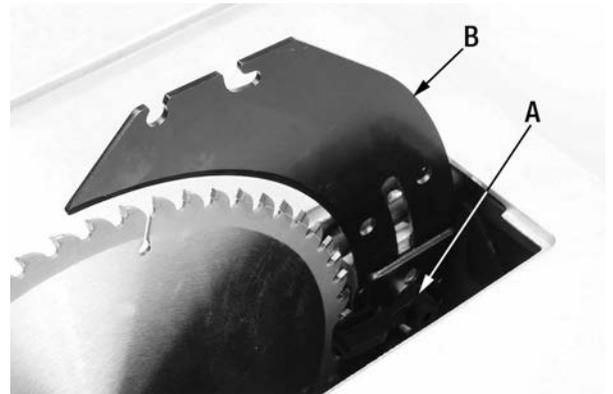

FIGURE 7
- 1) Déverrouillez le levier de verrouillage (A) Fig.7 de la lame à fendre en le faisant pivoter vers le haut (position verticale).
- 2) Poussez la lame à fendre (B) vers le levier de verrouillage pour la libérer de la goupille/rainures de positionnement.
- 4) Verrouillez le levier de verrouillage (A) Fig.7. Une fois fixé, assurez-vous que la lame à fendre est parfaitement alignée avec le centre de la lame, sinon, il est probablement dû à un mauvais alignement de la goupille/rainures de positionnement, réajustez jusqu'à l'alignement est obtenu.